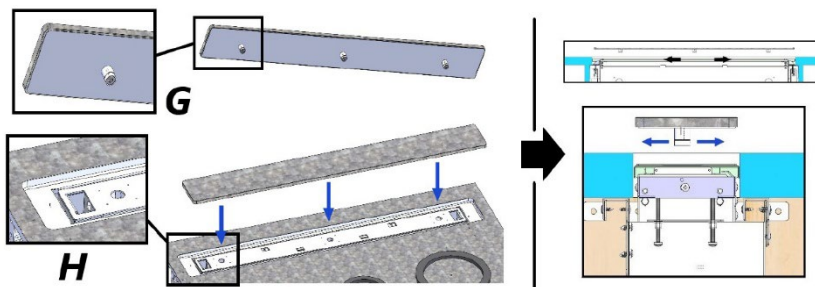

Fig. 16.2
For at kontrollere, at emhætten er korrekt justeret, placeres den del af bordpladen, der blev limet i det foregående trin, i den rektangulære udskæring. Sørg for, at magneterne (G) passer sammen med modstykket (H), og kontrollér, at de to overflader ligger helt i niveau (se fig. 16.2).